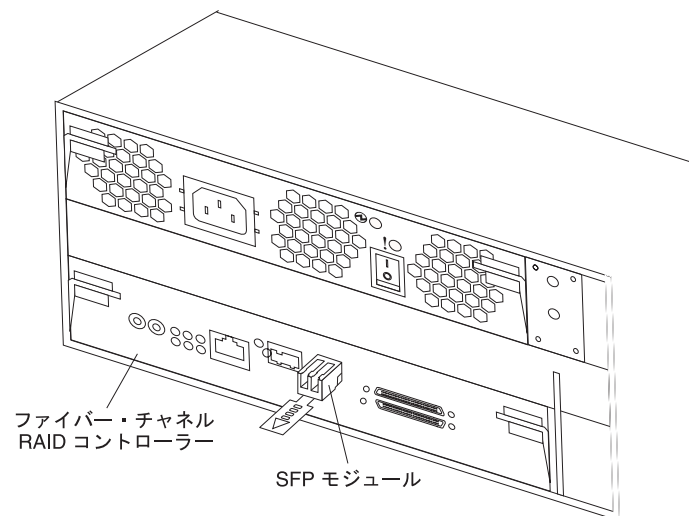

図 31. ホスト・コネクタへの SFP モジュールの取り付け
4. プラスチック・タブまたはワイヤー・タブが下になるように SFP モジュールを回転させてから、ホスト・コネクタの定位置にカチッと固定されるまで挿入します。図 31 を参照してください。